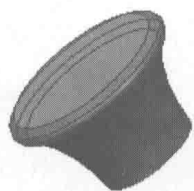
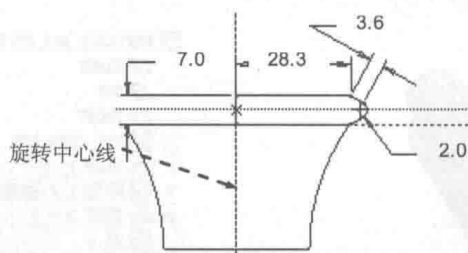

图 1.4 旋转特征 2
图 1.5 截面草图
(3) 定义旋转属性。在操控板中选择旋转类型为 ⌚ ，在“角度”文本框中输入角度值 360.0，并按 Enter 键。
(4) 在操控板中单击“完成”按钮 $\checkmark$ ，完成旋转特征 1 的创作。
Step3. 创建图 1.4 所示的旋转特征 2。在 **模型** 功能选项卡的 **形状** 区域中单击“旋转”按钮 ⌚ ，选取 FRONT 基准平面为草绘平面，TOP 基准平面为参考平面，方向为 $\uparrow$ ；单击 **草绘** 按钮，绘制图 1.5 所示的截面草图（包括中心线）；在操控板中选择旋转类型为 ⌚ ，在“角度”文本框中输入角度值 360.0；单击 $\checkmark$ 按钮，完成旋转特征 2 的创作。